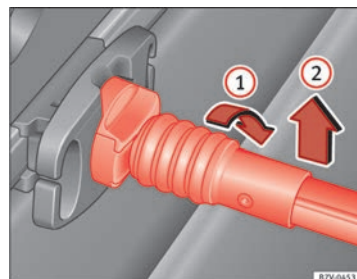

Fig. 98 Desenganche la red para el equipaje.
- Gire la varilla de sujeción 90° hacia la derecha ⇒ fig. 98 **(1)** hasta que se vea la marca roja en la varilla. Extraiga la varilla de sujeción hacia arriba **(2)**.